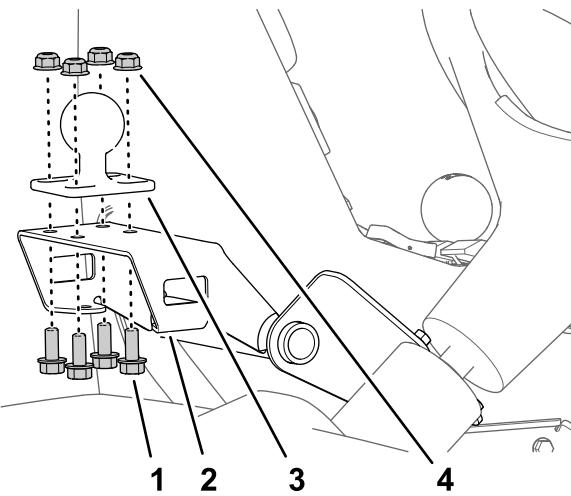

Bild 163
- Montieren Sie die Kugelbefestigung mit den vier Bundkopschrauben ( $5/16$ " x  $3/4$ ") und vier Sicherungsbundmuttern ( $5/16$ ") an der Halterung für die Monitorbefestigung (Bild 163).